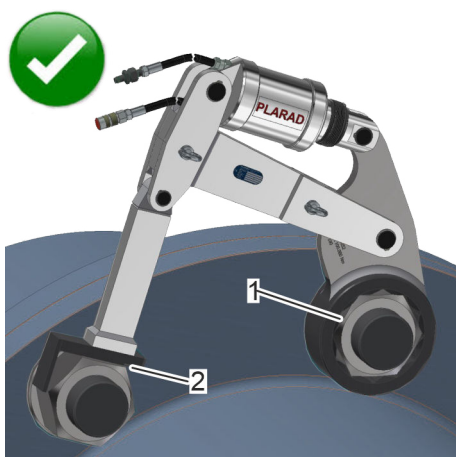

Fig. 10: Optimal støttesituation
3. ➤ Sørg for, at reaktionsstøtten ligger mod støtten langs hele fladen (Fig. 10/2) og ikke kan glide af.